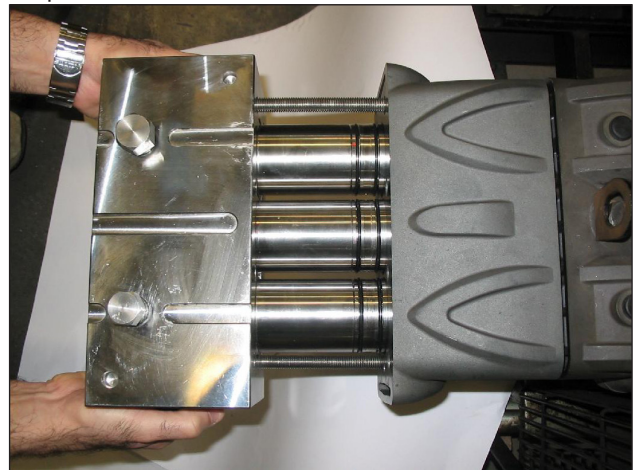
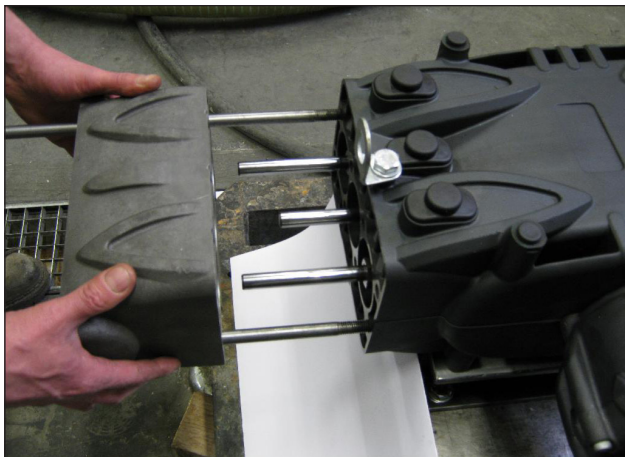

Fig. 37
Fig. 38
- Separare la testata e il distanziale per camicie dal carter pompa come indicato in Fig. 37 e Fig. 38.
- Separare la testata e il distanziale per camicie dal carter pompa come indicato nel par. 2.2.1 Fig. 37 e Fig. 38.